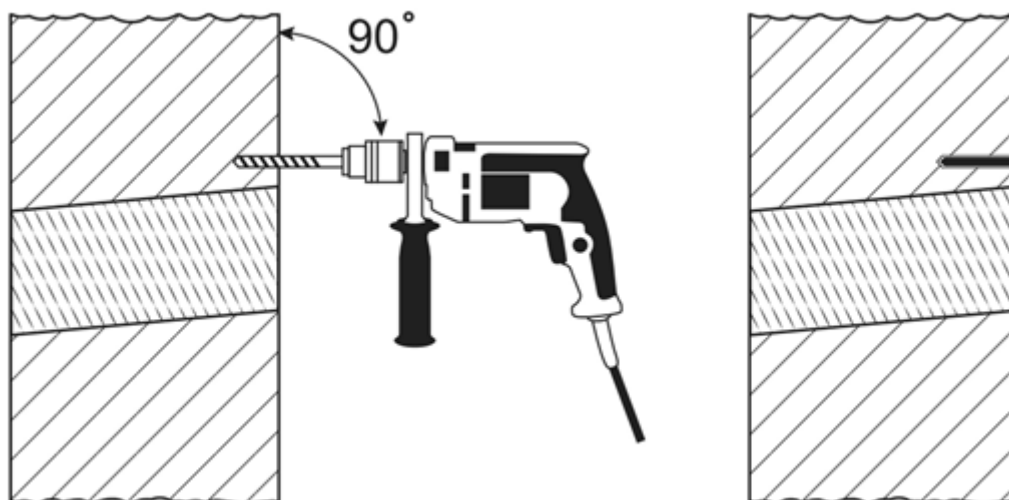

Рис.5. Сверление отверстий под дюбель-гвозди (анкерные болты)
4.6.9. Просверлить отверстия для дюбель-гвоздей (анкерных болтов) согласно разметке см. (рис. 5). Диаметр отверстий должен соответствовать выбранному размеру дюбеля (анкера). Диаметр для дюбеля из комплекта – 10 мм.